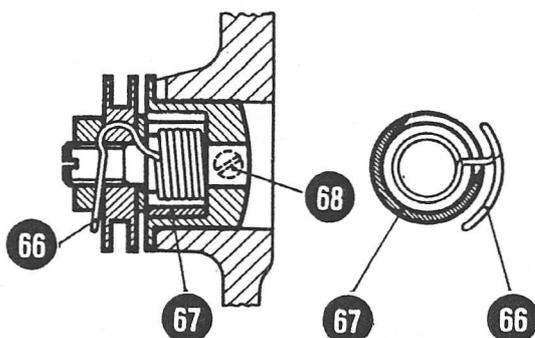

Abb. 23
Zu 9: Eine wesentliche Rolle beim Nähen spielt die Einstellung der Fadenregulierung. Die Fadenregulierungsfeder (66) soll in dem Augenblick auf ihre Raste aufsitzen, in welchem das Nadelöhr in das Nähgut eintritt. Man fädelt die Maschine ein und beobachtet bei Nähgut mittlerer Stärke den Nadeleinstich. In dem Augenblick, in dem das Nadelöhr in das Nähgut eintritt, muss der Faden lose werden (Abb. 23 und 24). Setzt die Feder (66) zu früh auf, dann ist der in der Büchse (69) sitzende Federanschlagring (67) so zu verdrehen, dass die Raste etwas höher zu liegen kommt, da die Feder nach oben schwingt.